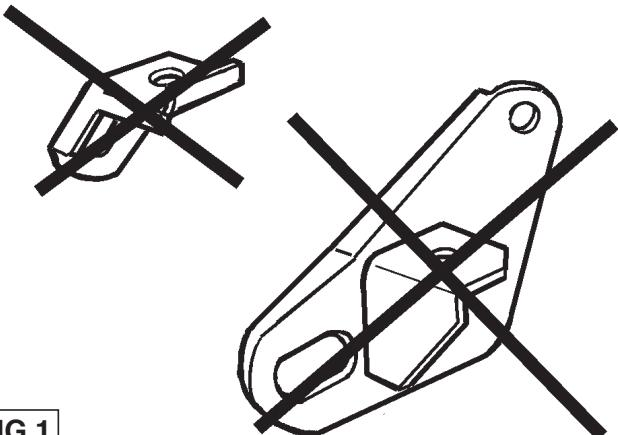
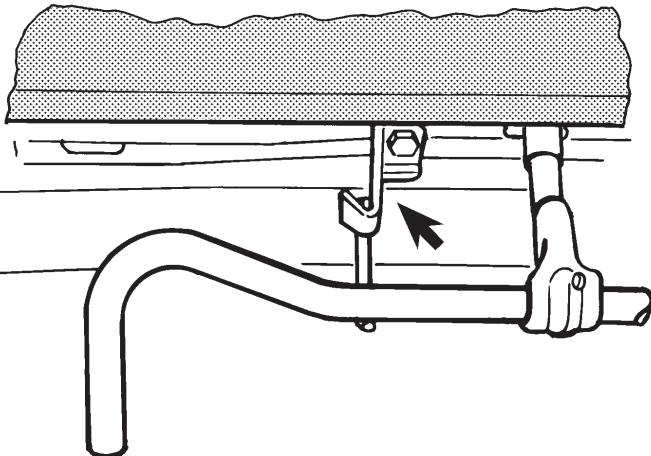
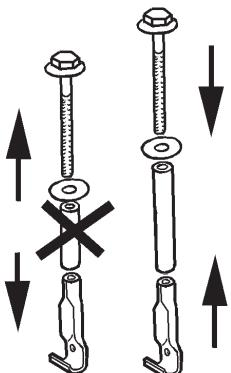

FIG.1
FIG.3
FIG.2
- Avlägsna reservhjulet och de båda transportöglorna som befinner sig på chassits högra och vänstra sida, se fig.1. Avlägsna reservhjulsklämmen som visas i fig.2 och, om monterad, skyddshållaren enligt fig.3. De avlägsnade skruvarna förfaller. Avlägsna reservhjulets upphängningsbygel. Upphäv inställningarna som visas i fig.5 enligt fig.5 tom fig.8.
- Byt ut reservhjulsklämmans befintliga avståndsbussning mot avståndsbussningen som bifogas med dragkroken. Se även fig.2. Sätt tillbaka reservhjulsbygeln och klämman med den bifogade skruven
1. Fjern reservehjulet samt - ifølge fig. 1 - de to transportøjne, der befinder sig på den venstre og højre side af chassiset. Fjern klemmen til reservehjulet (illustreret i fig. 2) og - ifald den er til stede - sikkerhedsholderen ifølge fig. 3. De løsne bolte anvendes ikke mere. Fjern ophængningsbøjlen til reservehjulet. Annuler de i fig. 5 markerede montagepunkter ifølge fig. 5 t/m fig. 8.
4. Skift det originale afstandsrør til reservehjulsklemmen ud med det ved anhængertrækket vedlagte afstandsrør. Jævnfør også fig. 2. Sæt reservehjulsbøjlen og klemmen fast igen med den vedlagte M12x1,5x140 bolt. Afhængig af dækstørrelse/mærke er det tilstrækkeligt at montere
1. Retirar la rueda de repuesto así como ambos anillos de transporte de acuerdo con la fig. 1, los que se encuentran en el lado izquierdo y derecho en el chasis. Retirar la sujetadora de la rueda de repuesto ilustrada en la fig. 2 y si está colocado, el soporte de seguridad de acuerdo con la fig. 3. Los tornillos retirados quedan anulados. Retirar la abrazadera de suspensión de la rueda de repuesto. Anular las fijaciones indicadas en la fig. 5 de acuerdo con las figuras 5 a 8.
4. Cambiar el tubo distanciador original de la sujetadora de la rueda de repuesto por el tubo distanciador suministrado con el gancho de remolque. Véase también la fig. 2. Volver a colocar la abrazadera de la rueda de repuesto y sujetadora por medio del tornillo suministrado M12x1.5x140. Según la marca y dimensión del neumático basta eventualmente montar el tornillo original M12x1.5x120. Montar la rueda de repuesto. Si estuviera colocado un soporte de seguridad, es preciso recolocarlo interponiendo el tubo distanciador de la rueda de repuesto ilustrado en la fig. 9 más un tornillo M8x50 inclusive arandela grover.